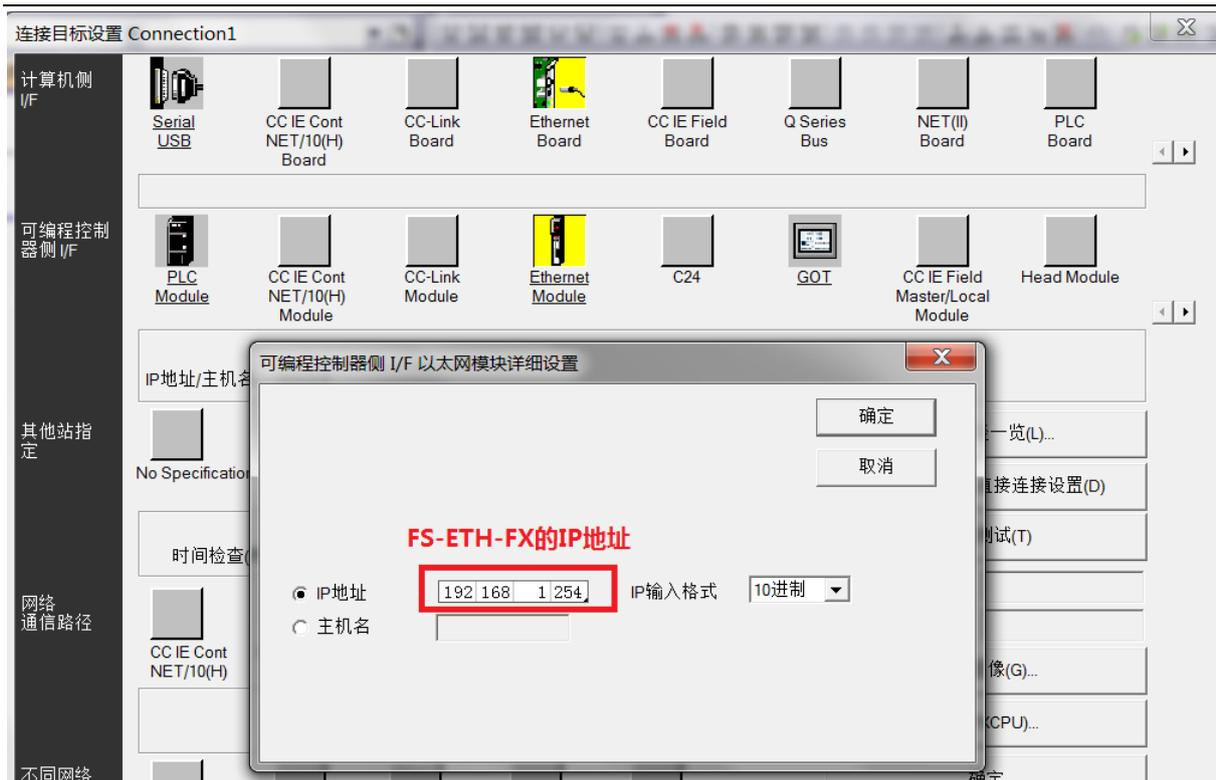

图 4
4、鼠标双击“Ethernet Module”进行 IP 地址设置，如下图 4 所示，这个 IP 地址就是 FS-ETH-FX 模块的 IP 地址，作为客户端的编程软件将去连接这个 IP 地址和三菱默认的端口号 5551，这个端口号是三菱固定默认的，软件中并不显示出来。